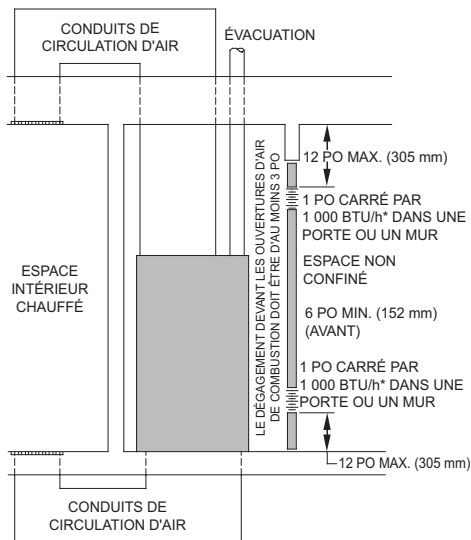

Fig. 7 – Air de combustion, de ventilation et de dilution venant de l'intérieur
- Les espaces combinés sont situés sur le même niveau. Chaque ouverture doit présenter un espace libre d'au moins 1 po²/1 000 BTU/h (2 000 mm²/kW) de puissance d'entrée totale de tous les appareils à gaz, mais sans être inférieur à 0,06 m² (100 po²). Une première ouverture doit être faite à une distance maximale de 12 po (300 mm) en dessous du plafond et une seconde à une distance maximale de 12 po (300 mm) du sol. La dimension des ouvertures d'air doit atteindre au moins 3 po (80 mm). Consultez la Fig. 7.